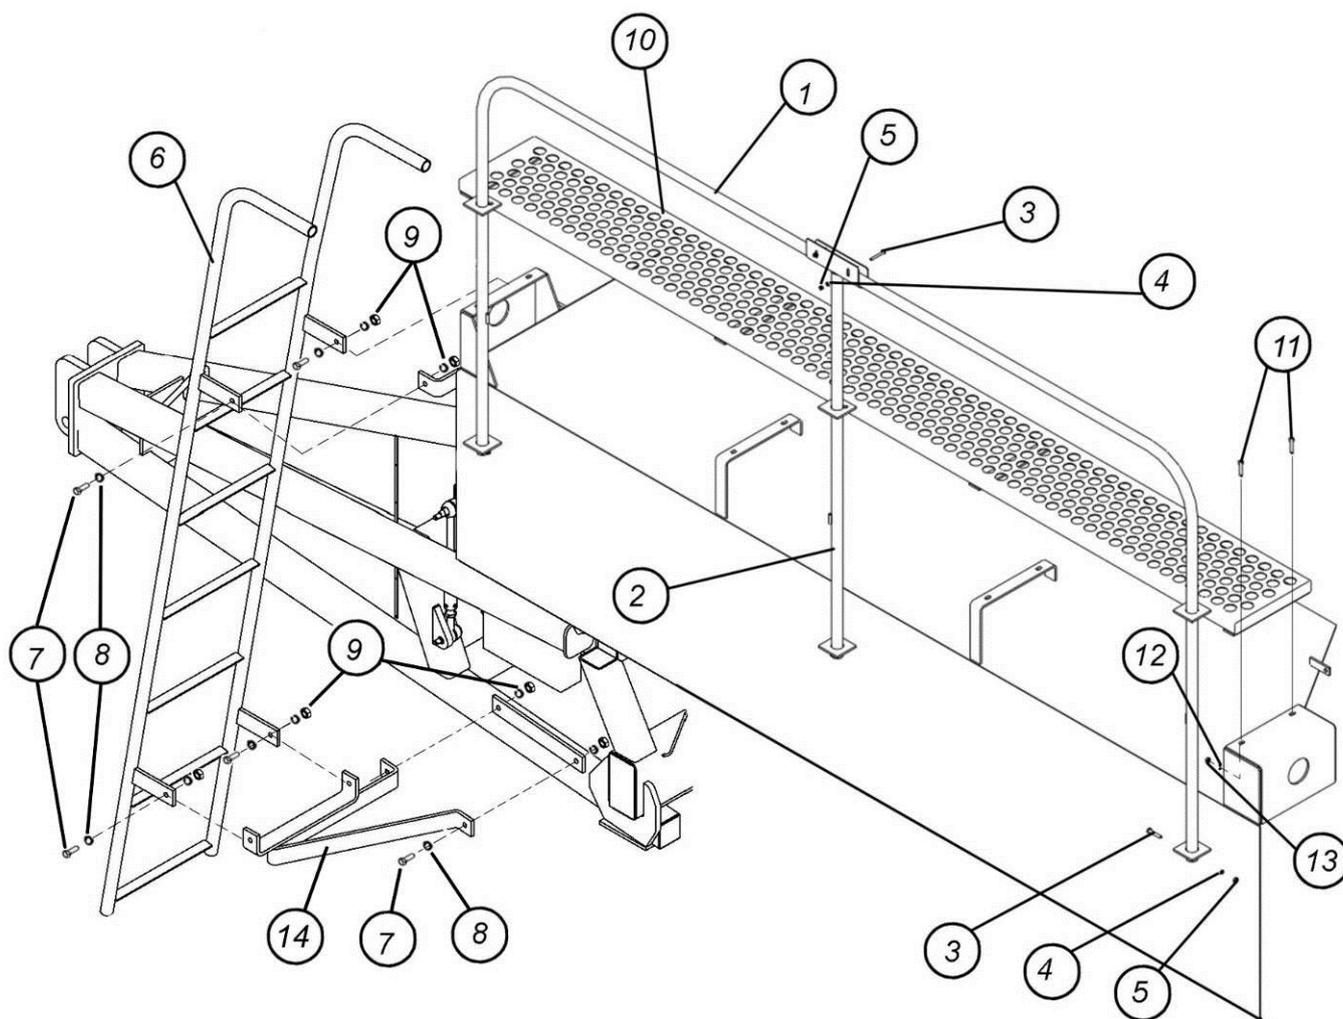

Рис. 7.2.11. Поручни; лестница; площадка
7.2.11. Поручни; лестница; площадка (рис. 7.2.11.)